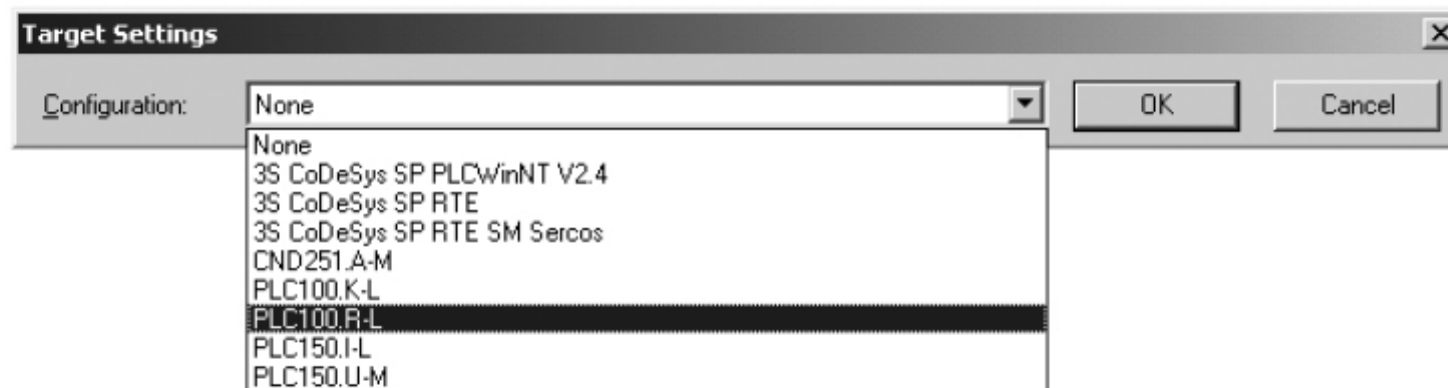

Рис. 3. Окно выбора Target-файла
7.2. После создания проекта нужно выбрать Target-файл, соответствующий названию контроллера. Target-файл предварительно должен быть установлен (см. п. 6.2). Окно выбора Target-файла представлено на рис. 3.
Настройка канала соединения с контроллером производится в окне «Communication parameters», вызываемом командой меню **Online | Communication parameters** в среде CoDeSys (рис. 3).